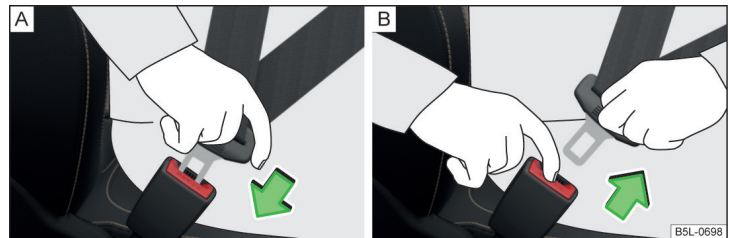

Abb. 6 Sicherheitsgurt anlegen / ablegen
- Die Schlosszunge in das zum Sitz gehörende Gurtschloss » Abb. 6 - A stecken, bis diese hörbar einrastet.
- Die Schlosszunge fassen und die rote Taste im Gurtschloss drücken » Abb. 6 - B, die Schlosszunge springt heraus.